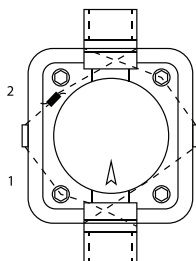

Рис.2
5.7 Опломбировать счетчик (рис.2).